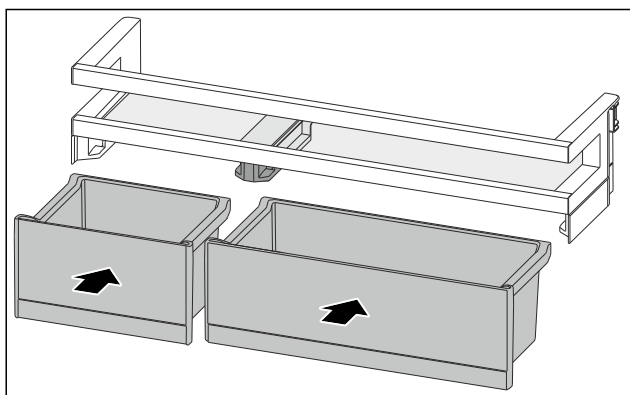

Fig. 84
- ▶ Установите ящики VarioBox, поменяв их расположение. (см. Fig. 84)